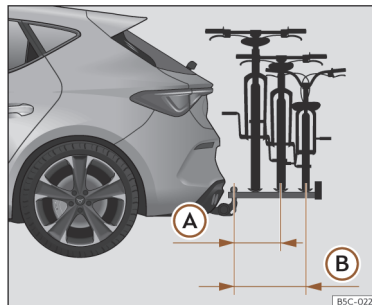

Fig. 205 Representação esquemática da saliência máxima da carga num porta-bicicletas para duas ou três bicicletas.
A saliência máxima não deverá exceder, no caso dos porta-bicicletas de duas bicicletas, os 500 mm desde o centro da cabeça esférica até ao centro da faixa do último suporte >>> **Fig. 205 (A).** No caso dos porta-bicicletas de três bicicletas, não se deverão exceder os 700 mm >>> **Fig. 205 (B).**